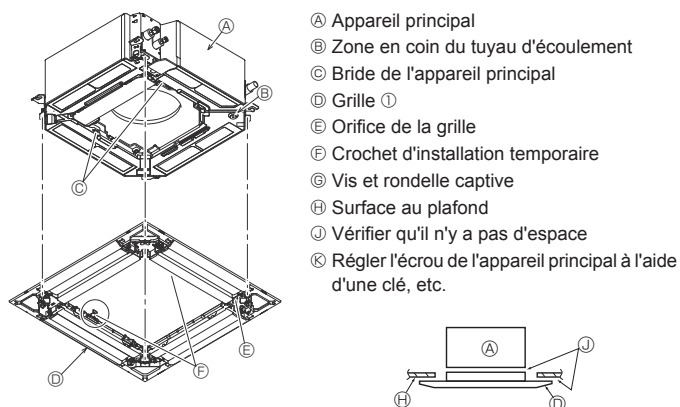

Fig. 7-6
7.4.2. Mise en place provisoire de la grille (Fig. 7-6)
- Fixez la grille sur l'appareil principal en serrant les vis mises en place au préalable. (Fig. 7-6)
Remarque : Vérifiez qu'il n'y a pas d'espace entre l'appareil principal et la grille ou entre la grille et la surface du plafond. (Fig. 7-6)